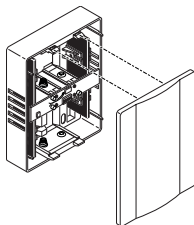

Figura 2
2. **Quite la tapa de la campana.** Hale firmemente como se muestra en la Figura 2.